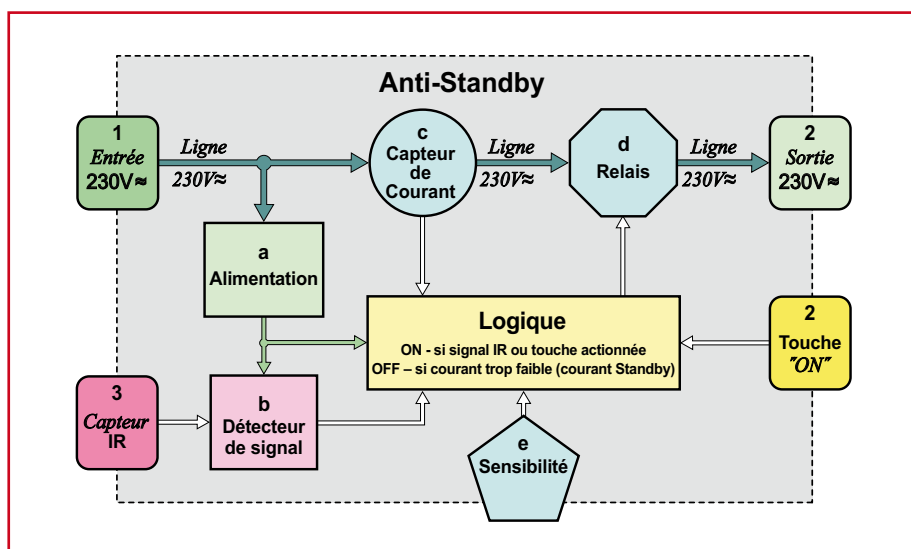

Figure 1 - Le schéma synoptique de l'interrupteur anti-veille.
ment l'appellation *plug & play*. Voilà décrite en gros et en principe la fonction du boîtier anti-veille. La figure 1 montre le détail des fonctions nécessaires. L'interface avec le monde extérieur comporte une entrée et une sortie du secteur 230 V, un capteur infrarouge et un poussoir de mise en service manuelle –au total quatre fonctions élémentaires. Si une touche d'une télécommande infrarouge est actionnée et que le capteur IR (3) détecte l'événement, le détecteur de signal envoie à partir de là une impulsion (ou plusieurs) vers la logique de commande du circuit. Par suite, la logique excite le relais (d) qui ali-
On peut reconnaître sur le schéma la façon dont les critères énoncés précédemment ont été traduits en électronique concrète, le tout sans composant spécial. Les repères K1 et K2 désignent respectivement l'entrée et la sortie 230 V de la figure 1. L'alimentation est de première importance pour les économies d'énergie : si on avait choisi d'utiliser un régulateur usuel de la série 78XX ou 79XX, on consommerait un courant de repos de 5 à 6 mA, soit, sous une tension de 20 V (après redressement et filtrage), légèrement plus de 100 mW. Comme les régulateurs à faible déchet ne sont ni très bon marché ni faciles à trouver, on se tourne vers un régulateur ajustable. Il délivre une tension de sortie plutôt mieux stabilisée, avec un courant de repos d'environ 1,5 mA (soit 30 mW).